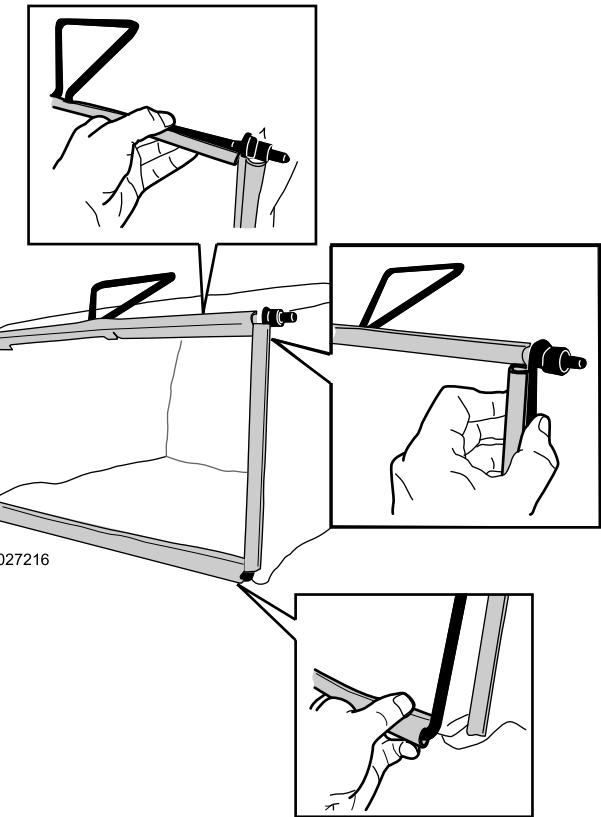

Figura 9
- Enganche los canales superiores y laterales de la bolsa en la parte superior y en los laterales del bastidor, respectivamente (Figura 9).
- Enganche el canal inferior de la bolsa en la parte inferior del bastidor (Figura 9).